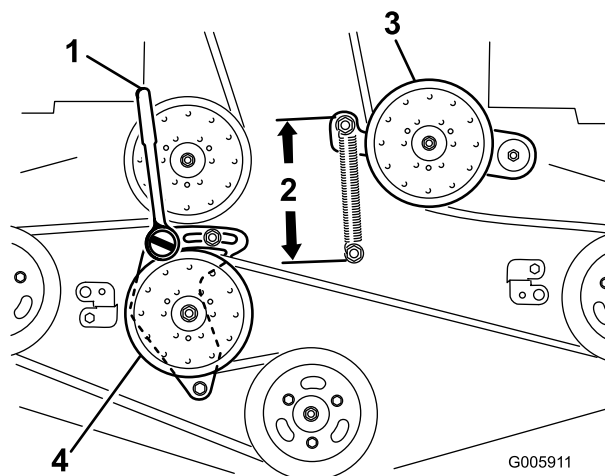

Figura 61
4. Allentate il braccio di rinvio fisso e regolate per scaricare la tensione della cinghia (Figura 61).
7. Inserite un cricchetto con un'estensione ridotta o una barra idonea nel foro quadrato nel braccio di rinvio fisso (Figura 61).
9. Per aumentare la tensione della cinghia, ruotate il cricchetto o la barra idonea in senso antiorario per spostare il braccio di rinvio fisso fino a creare uno spazio di 16,5 cm tra i ganci delle molle (Figura 61).